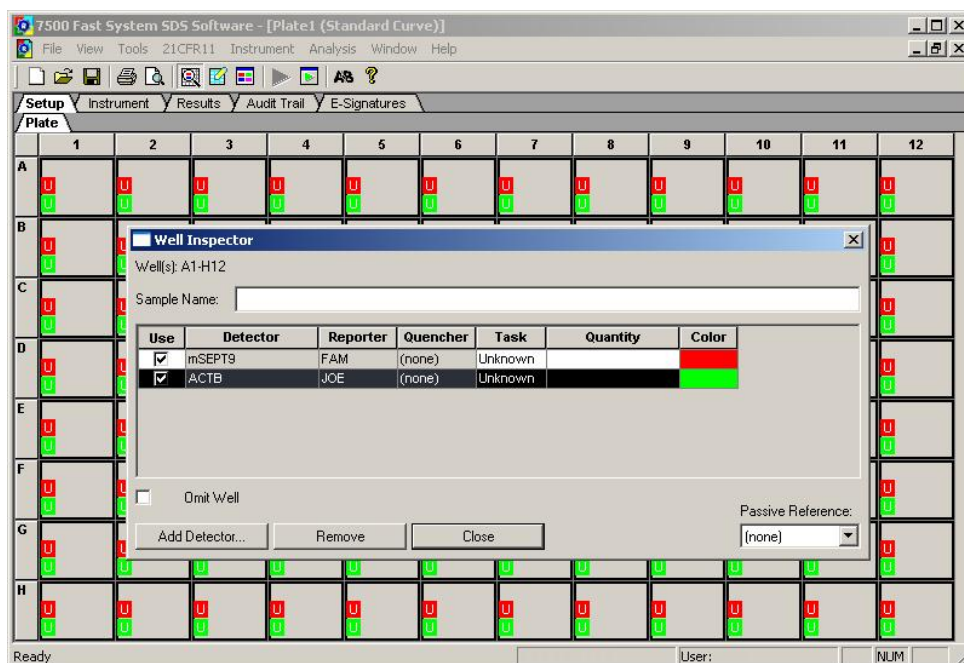

Figura 1: Captura de pantalla del software SDS v1.4 después de confirmar las configuraciones en la ventana "Well Inspector".
- Comprobar que "Passive Reference" está configurado en "(none)" (véase Figura 1).